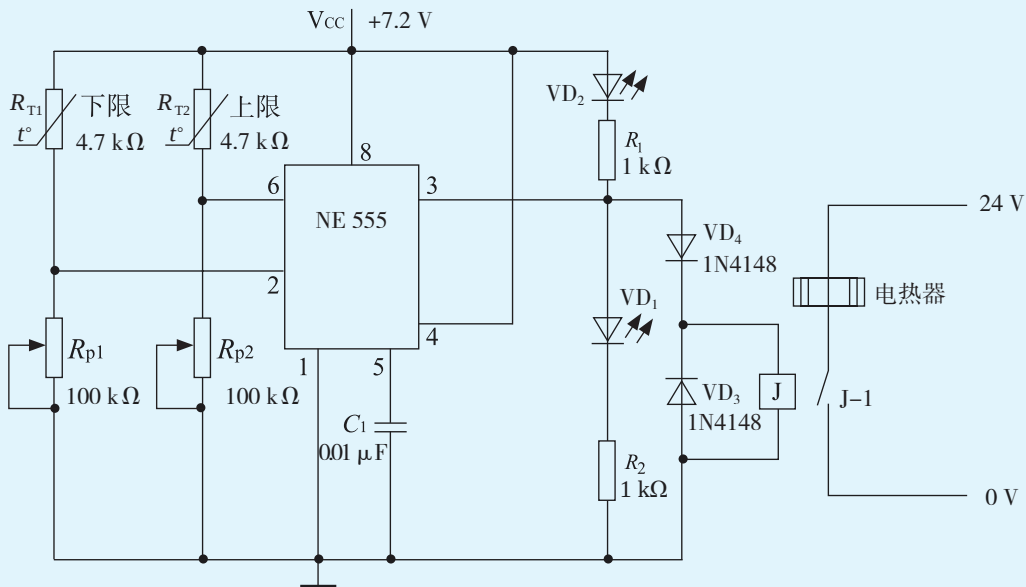

图 5-21 电路图
- 1. 应用NE555集成电路，设计电路如图5-21所示。